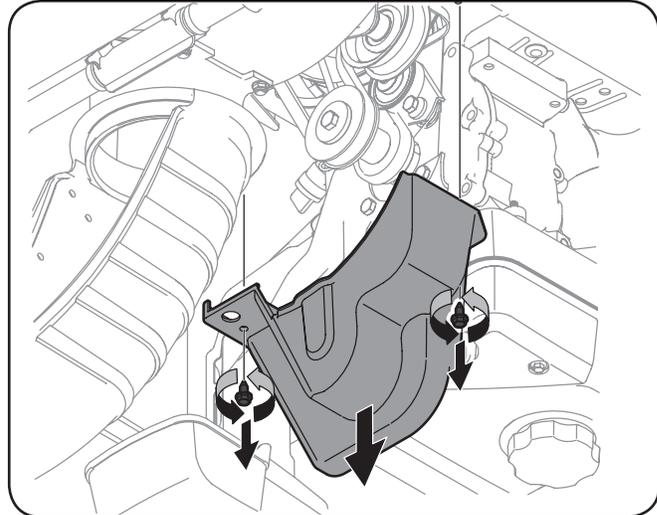

Figure 7-1
2. Retirez le couvre-courroie en plastique sur le devant du moteur en enlevant les deux vis auto-taradeuses. Voir la Figure 7-1.